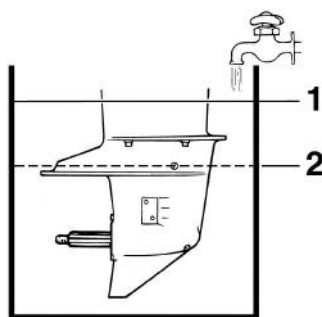

Рис. 46 Промывка системы охлаждения
3. Заполните емкость чистой пресной водой выше уровня антикавитационной пластины (Рис. 46).